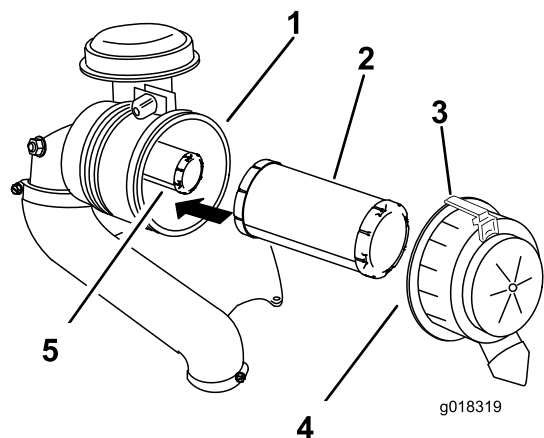

Figura 45
2. Tirate il fermo verso l'esterno e ruotate il coperchio del filtro in senso antiorario (Figura 45).
3. Rimuovete il coperchio del filtro dell'aria dall'alloggiamento del filtro (Figura 45).
5. Estraete con cautela il filtro primario dall'alloggiamento del filtro dell'aria (Figura 45).
2. Se sostituite il filtro di sicurezza, inseritelo con cautela nel corpo del filtro (Figura 45).
3. Montate con cautela il filtro primario sul filtro di sicurezza (Figura 45).
5. Montate il coperchio del filtro dell'aria con il lato contrassegnato da **up** (alto) rivolto in alto, quindi fissate il dispositivo di fermo (Figura 45).